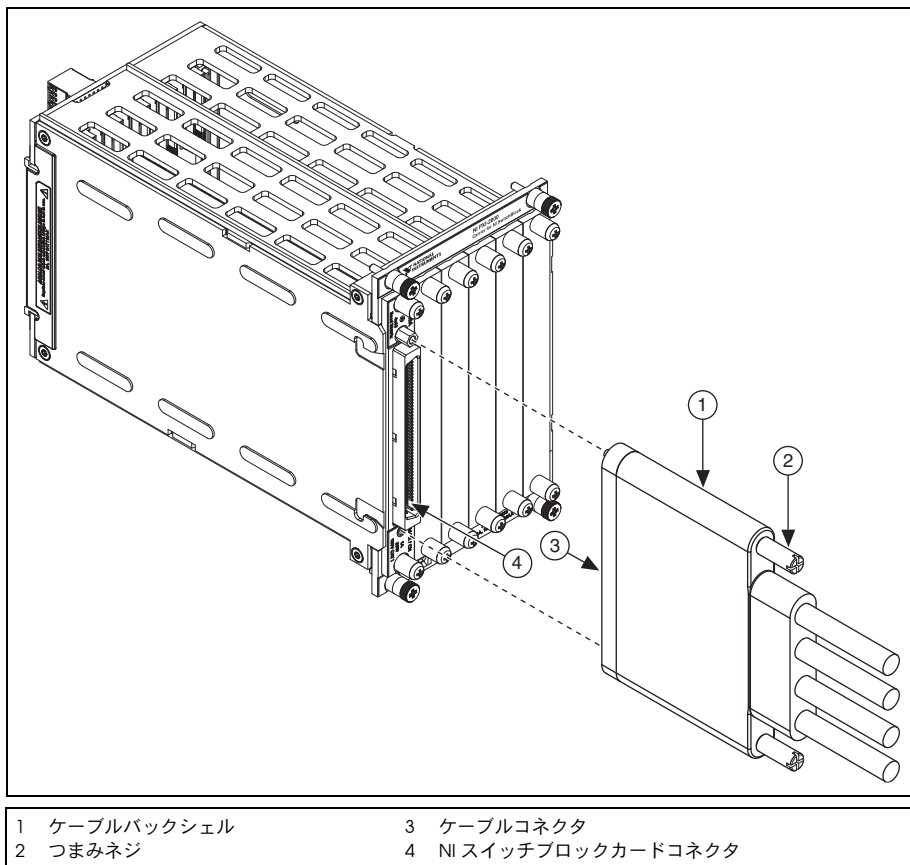

図 2. ケーブルを NI スイッチブロックカードに接続する
1. 図 2 に示すように、ケーブルのメスの端を NI スイッチブロックカードのコネクタに接続します。フロントパネル上のスペーサは、ケーブルの一番上にあるつまみネジの穴に合わせる必要があります。